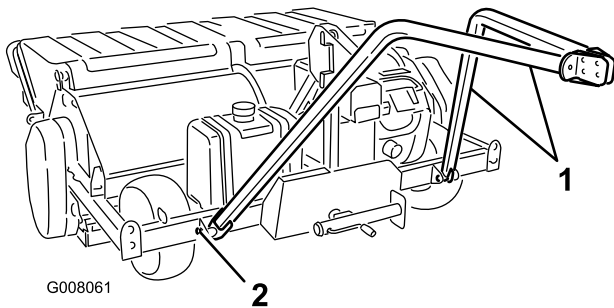

図 12
1. Mフラグ・ピンを使って、牽引アームを、コア・プロセッサの前部にある各タブに取り付ける(図 12)。ネジ(3/8 x 1-1/4 in)とフランジ・ナットを使って、フラグ・ピンを牽引アームに固定する。牽引アームは図 12のように組み付ける。